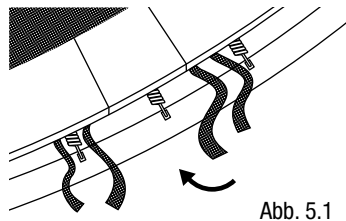

Abb. 5.1
- a) Legen Sie die Rahmenpolsterung (2) mit den Warnhinweisen nach oben auf das Trampolin, so dass die Federn und der Stahlrahmen bedeckt sind. Vergewissern Sie sich, dass die Rahmenpolsterung alle Metallteile bedeckt. Legen Sie die elastischen Zugbänder (Abb. 5.1) aus, sodass jedes zweite Band über einen Beinstützen geführt wird.